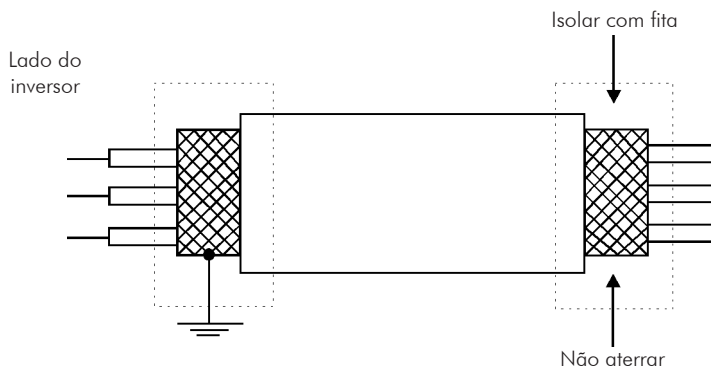
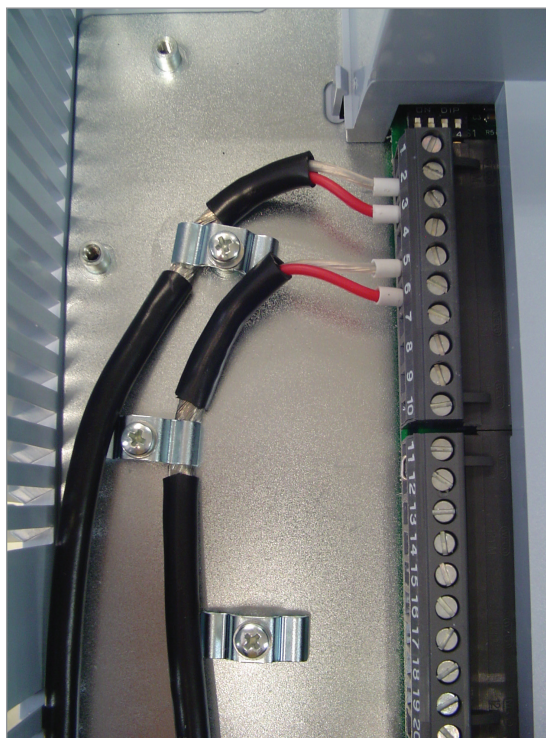

Figura 3.19 - Conexão da blindagem
Figura 3.20 - Exemplo de conexão da blindagem da fiação de controle
4. A correta conexão da blindagem dos cabos é apresentada na Figura 3.19 na página 3-31 e Figura 3.20 na página 3-31.